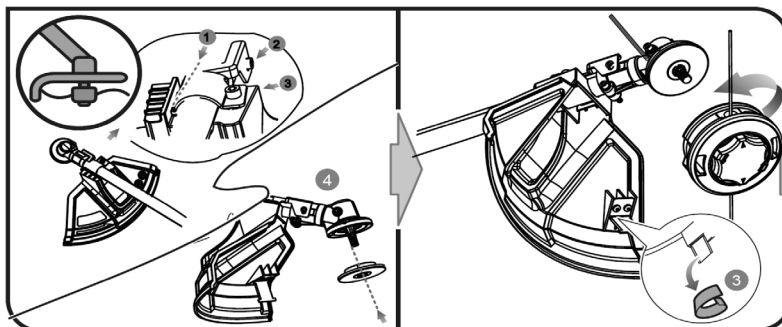

Рис. 6
6.2. Установка триммерной головки (рис. 6)
Установите на редуктор внутренний фланец (поз. 4, рис. 6). Вставьте в стопорное отверстие редуктора штифт и установите триммерную головку, закручивая ее против часовой стрелки (левая резьба).